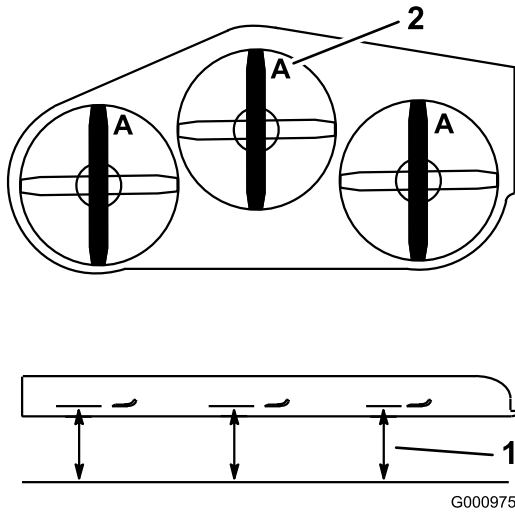

Bild 85
- Drehen Sie die Schnittmesser, bis die Enden nach vorne und hinten gerichtet sind (Bild 85). Messen Sie von einer ebenen Fläche bis zu den Schnittkante (Position A) der Messer (Bild 85). Notieren Sie diesen Wert.